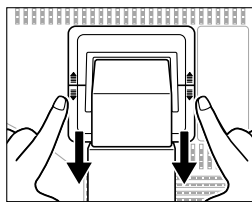

Abbildung S.2
4. Drücken Sie mit Ihrem Zeigefinger auf den mit "▼" markierten Bereich, gleichzeitig die Abdeckung des unteren Gestells schieben. (Abbildung S.2)